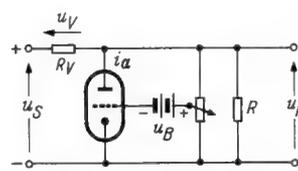

Bild 18. Stabilisierung mit Querröhre
2. Rückwärtsregelung mit Querröhre (Bild 18)